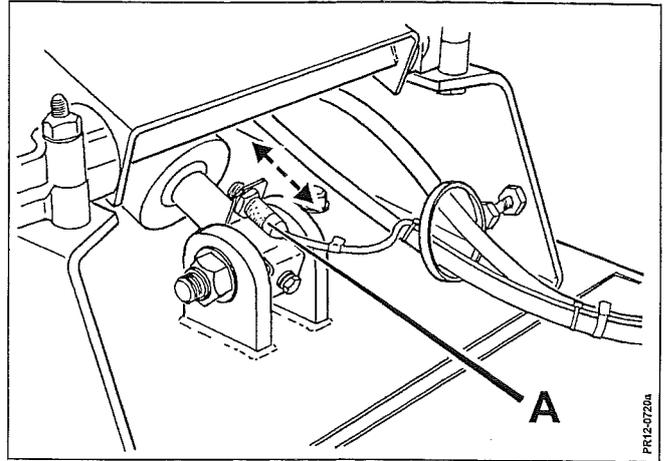

Fig. 5-32
- Fig. 5-32** Induktiv føler **A**, på skårskærmcylinderen (mærket med nr. 2 på ledningen) justeres ind mod cylinderen (når cylinderen er i bund/ skårskærm nede) til diodelampen lige akkurat lyser. Herefter justeres føleren endnu 0,3-0,5 mm tættere på cylinderen for at sikre at føleren altid lukker ventilen et split sekund før cylinderen er i bund.